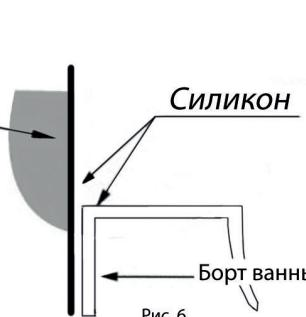

Рис. 6
- Нанести сантехнический герметик (силикон) на прилегающие поверхности ванны со стеной, предварительно вскрыв часть защитной пленки ванны (рис. 6).